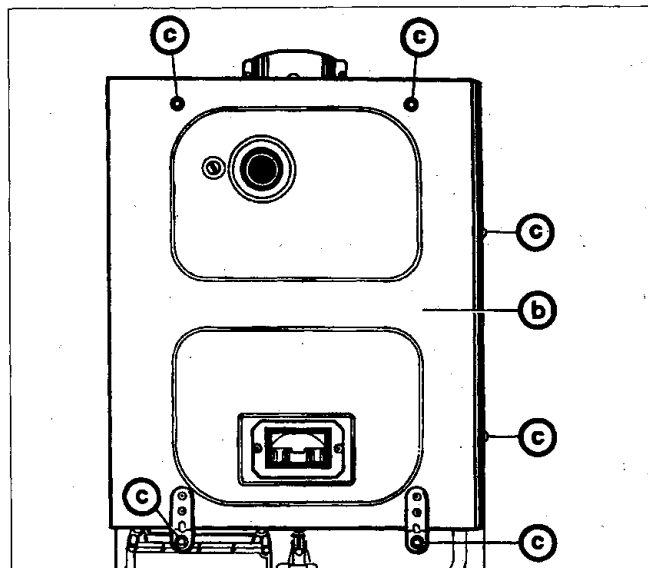

Bild 44
- Schrauben (c) an Deckel (b) entfernen (Bild 44).